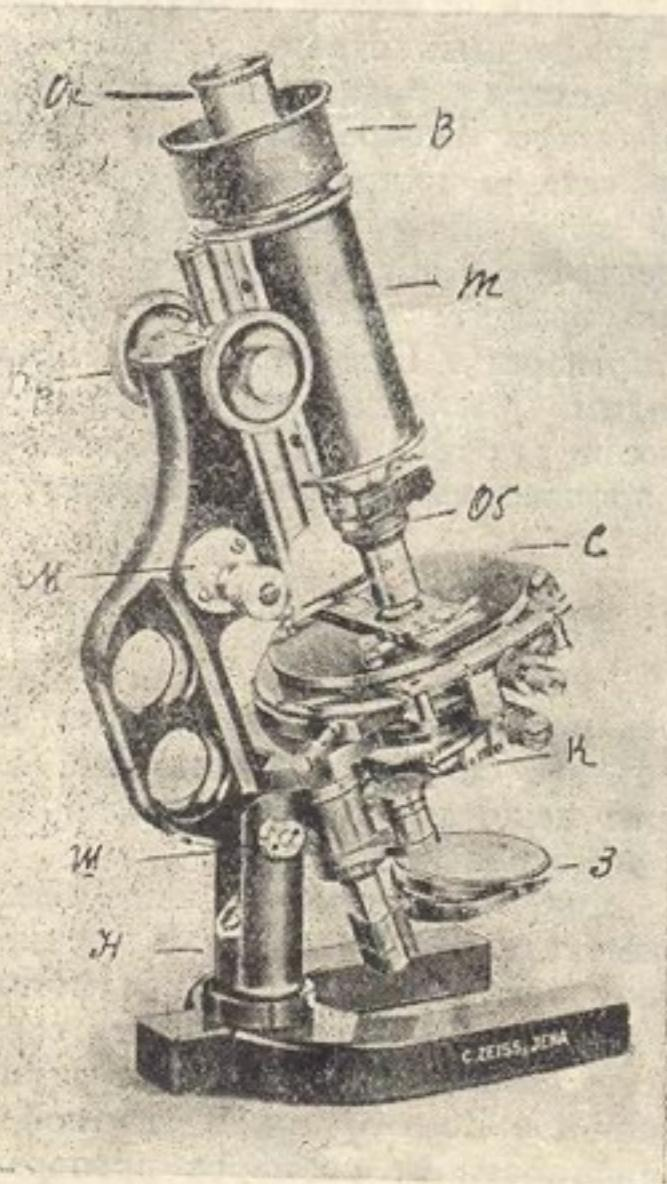

Рис. 2.
Механическая часть микроскопа соединяет всю его оптику в единое целое, обеспечивает удобное обращение с нею. Основанием микроскопа служит подковообразный штатив с ножкой (рис. 2). Шарнир (W) соединяет предметный столик (O) с осветительным аппаратом (K) и зеркалом (Z). Над конденсором находится предметный столик (O). Объектив (Ob) и окулятор (Ok) соединяются широкой трубкой тубуса. Окуляр свободно вкладывается в тубус. Тубус микроскопа вместе с окуляром и объективом передвигается зубчаткой с кремальерой (Kp) которая служит для первоначальной грубой наводки на резкость, точная же установка производится посредством микрометрического винта.